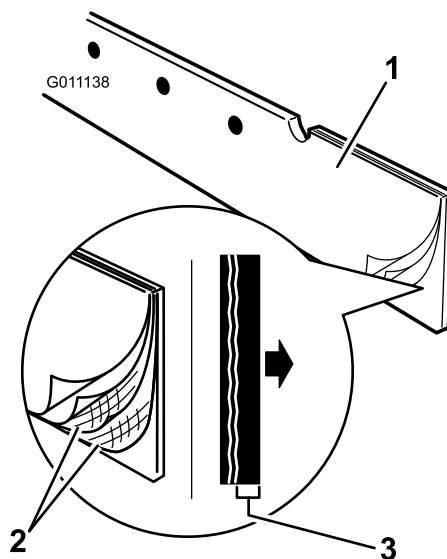

Figura 5
6. Oriente la rasqueta con el borde de goma hacia adelante y la sección que está reforzada con fibra hacia atrás (Figura 5).